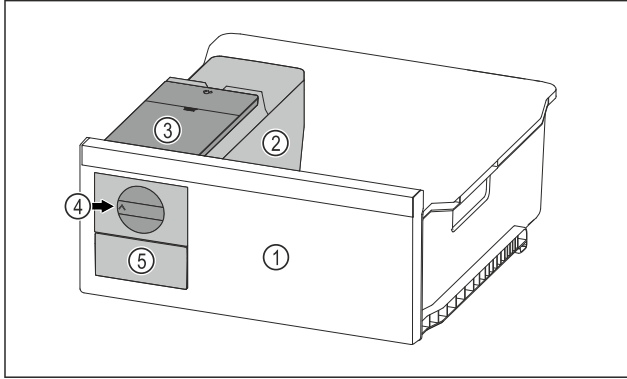

Fig. 70 Örnek gösterim
- ▶ Çevirmeli düğmeyi *Fig. 70 (4)* saat dönme yönünde sonuna kadar çevirin.
- ▶ Buz küpü kabındaki buz küpleri buz küpü çekmecesine *Fig. 70 (5)* düşer.